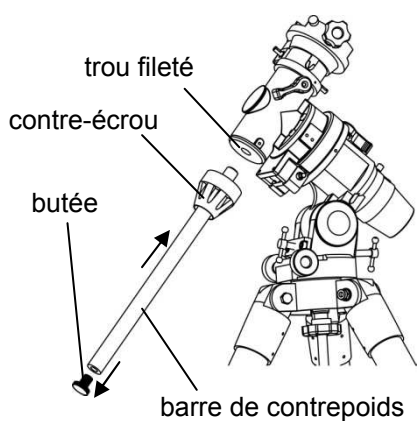

Fig. 4
- 1.4.1. Vissez la barre de contrepoids dans le trou fileté à l'extrémité de l'axe de Déclinaison. Vissez ensuite fermement le contre-écrou et bloquez-le en appui sur la monture (fig. 4).
- 1.4.2. Dévissez la butée de protection en bout de barre (fig. 4).